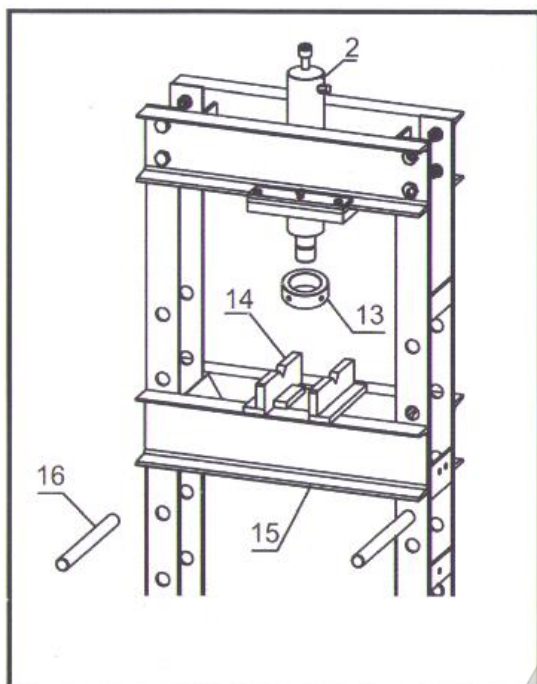

Рис. 4
5. Закрепите силовой цилиндр (2), закрутив большую гайку (13). Сдвиньте опорные штифты (16) в отверстия в стойках. Вложите стол пресса (15) таким образом, чтобы направляющие стола вошли в стойки рамы, затем опустите стол вдоль стоек рамы на опорные штифты. Установите призмы (14) на стол пресса. См. рис. 4.